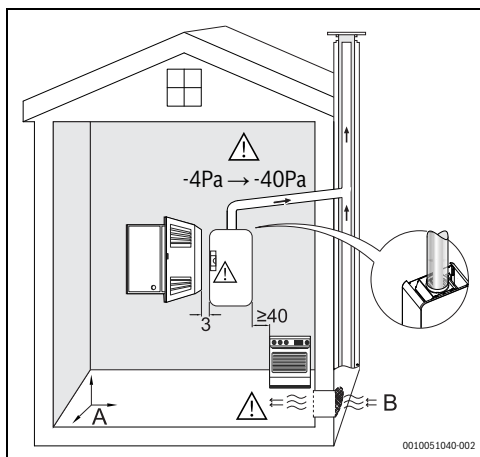

Fig. 9 Exigences minimales
- ▶ Respecter les mesures minimales d'installation indiquées à la Fig. 9.
- ▶ Accès suffisant nécessaire aux opérations de maintenance, en respectant les exigences minimales indiquées sur la fig. 9.